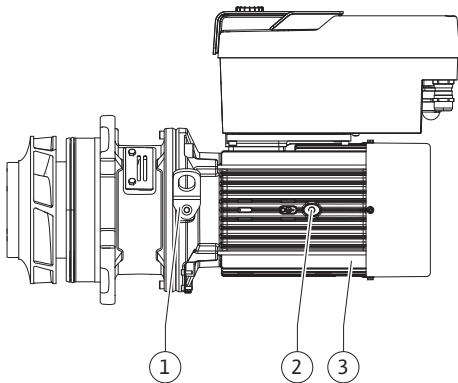

Fig. 108: Einstecksatz
13. Einstecksatz (siehe Fig. 108) in das Pumpengehäuse in der alten oder einer anderen gewünschten winkligen Lage einführen. Dabei zulässige Einbaulagen der Komponenten beachten (siehe Kapitel „Zulässige Einbaulagen und Änderung der Komponentenanordnung vor der Installation“ [► 24]).